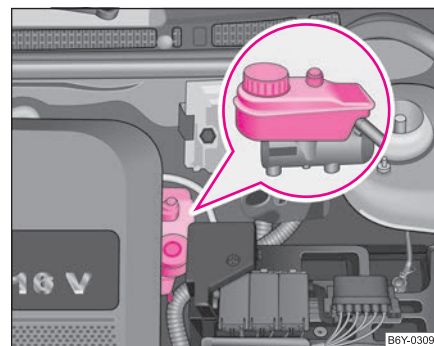

Fig. 144 Compartimentul motor: Rezervorul lichidului de frână
- Verificați nivelul lichidului de frână din rezervor ⇒ **fig. 144**. Nivelul trebuie să se găsească între marcajele „MIN” și „MAX”. ►